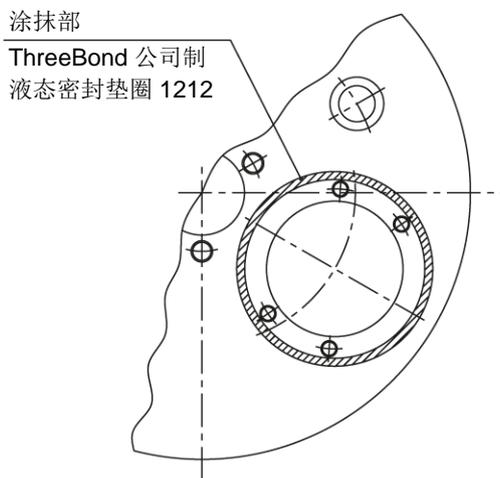

图 9
- ⑧ 清除盘体和球面衬套嵌合部废旧的液态密封垫圈，擦去水分和污垢后，涂上 ThreeBond 公司制液态密封垫圈 1212。（参见图 9）